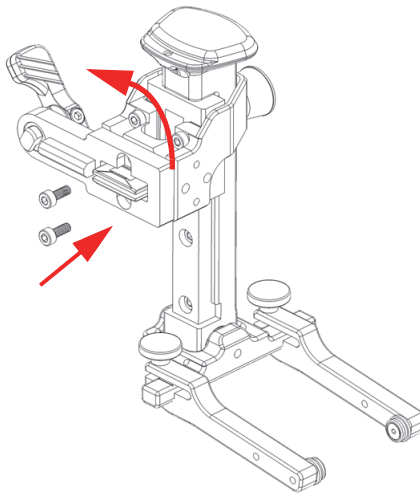

Abbildung 2-20 Halterung der federbelasteten Arme tauschen
2. Drehen Sie die Halterung der federbelasteten Arme um 180° (Abbildung 2-20 auf Seite 56).
3. Drehen Sie die beiden Schrauben wieder ein (Abbildung 2-20 auf Seite 56).